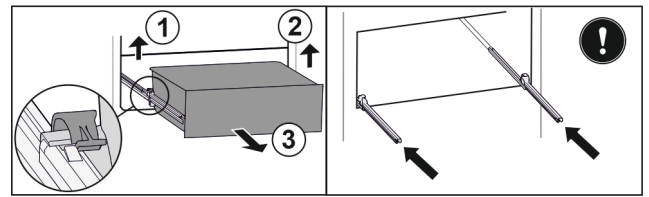

Fig. 156
- ▶ Linker klem optillen en gelijktijdig lade links naar voren trekken. Fig. 156 (1)
- ▶ Rechter klem optillen en gelijktijdig lade rechts naar voren trekken. Fig. 156 (2)
- ▶ Lade naar voren toe verwijderen. Fig. 156 (3)